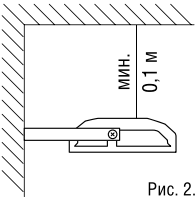

Рис. 2.
2. При установке соблюдайте правила, указанные на Рис. 2.